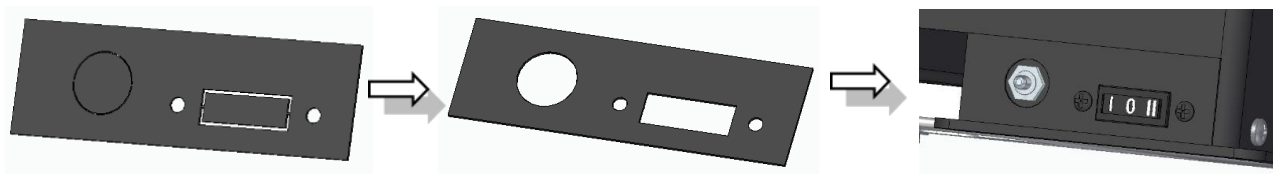

Figure 49 – Fixation du micro-interrupteur et bouton On-Off
c. Enfin, vous devez placer le micro-interrupteur et le bouton On-Off à sa place, comme le montre la Figure 49, vous devez d'abord casser les micro-joints de la plaque qui se trouve dans l'équipement, dans le coin inférieur droit pour fixer les composants.